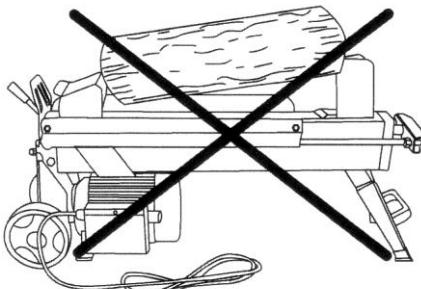

図 2
- ◊ 図 2 のように薪がエッヂの上部にだけ当たるような割り方をしてはいけません。エッヂやフレームを破損する恐れがあります。薪は必ずガイドプレートの上に乗せてください。